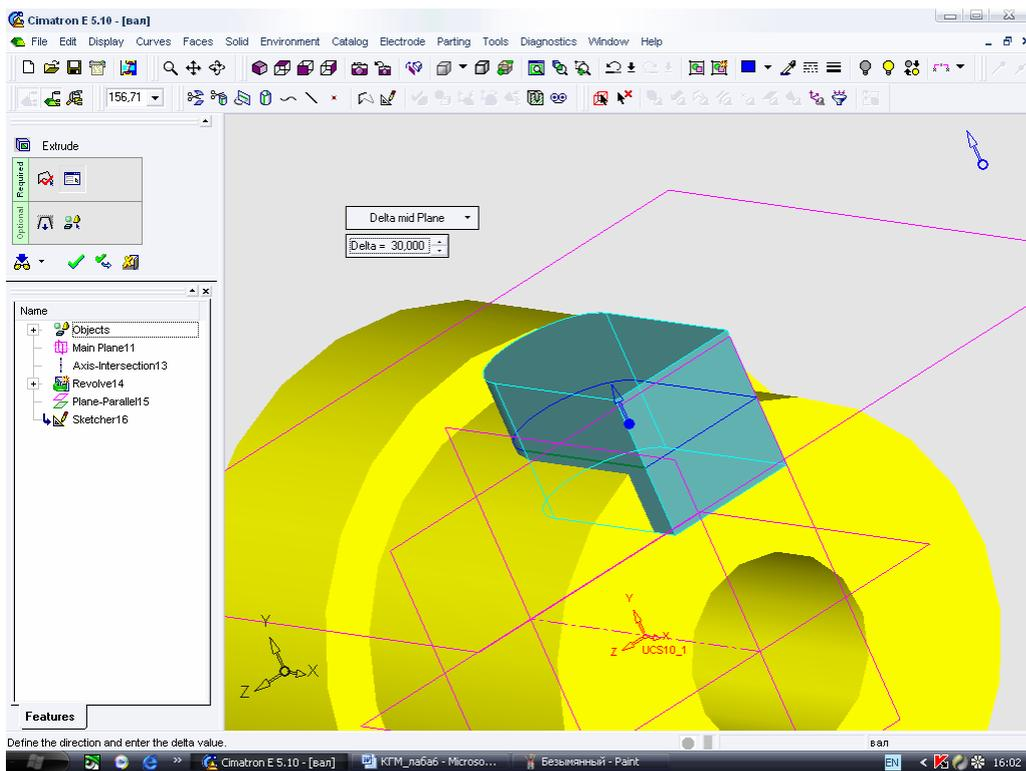
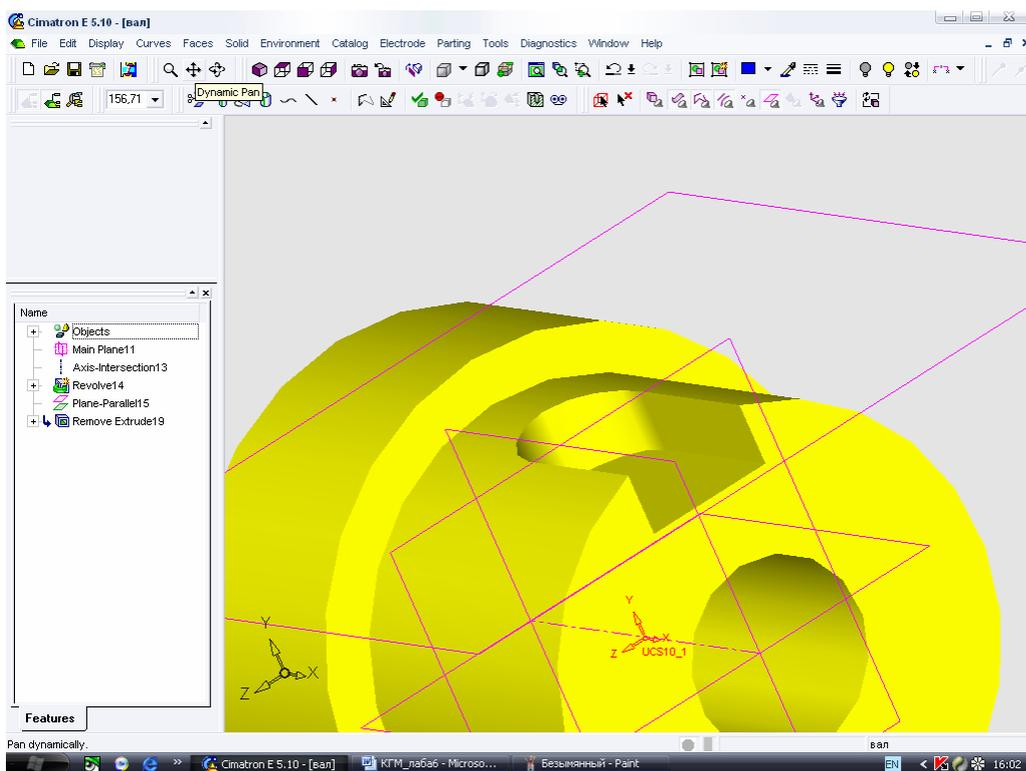

Рисунок 17 - Макет шпоночного паза
Рисунок 18 - Шпоночный паз вала
7. Выдавливание шпоночного паза производим, выбрав пункт меню **Solid > Remove > Extrude**. Выделяем контур шпоночного паза, и после этого появляется макет паза (рисунок 17). Выбираем способ выдавливания **Delta mid Plane** (на равные расстояния в обе стороны от вспомогательной плоскости), задаем величину выдавливания 30 мм, подтверждаем выбор кнопкой **ОК**. В итоге получаем шпоночный паз (рисунок 18).